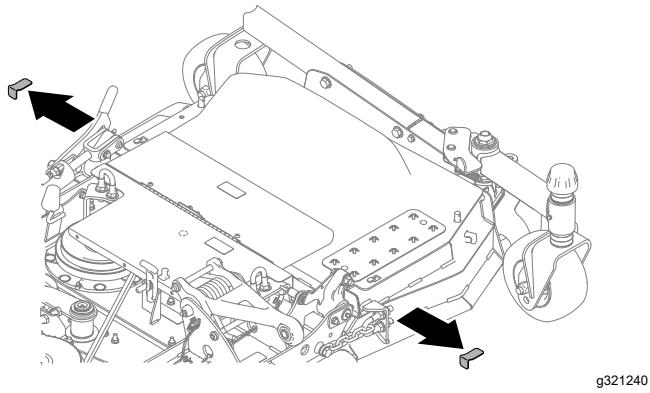

Figure 39
6. Retirez les cales ou les jauge d'épaisseur (Figure 39).